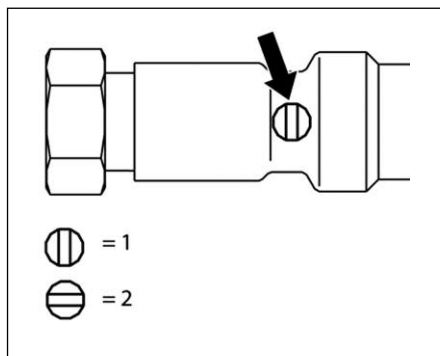

Fig. 27: Ventilul de sens
1. Închideți robinetul de umplere (nu este inclus la livrare) de la racordul (6).
2. Deschideți ventilul de sens (1) (fig. 27).
3. Robineții sferici (3) și (4) trebuie să fie deschiși.
4. Deschideți încet robinetul de umplere și golire (5) (maneta paralelă cu conducta) și umpleți instalația până se obține presiunea dorită.
5. Aerisiți instalația prin ventilul de aerisire (2).
6. După umplere și aerisire, manevrați ventilul de sens (1) în poziția de funcționare (fig. 27) și închideți robinetul de umplere și golire (5).